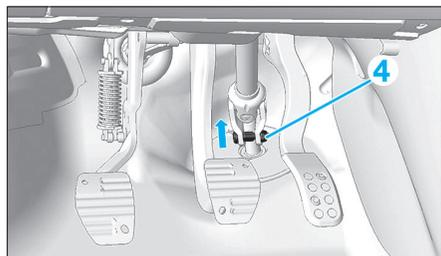

Fig. 10
- Déposer la vis (4). (Fig.10).
- Désaccoupler la colonne de direction du mécanisme de direction en tirant comme illustré (Fig.10).